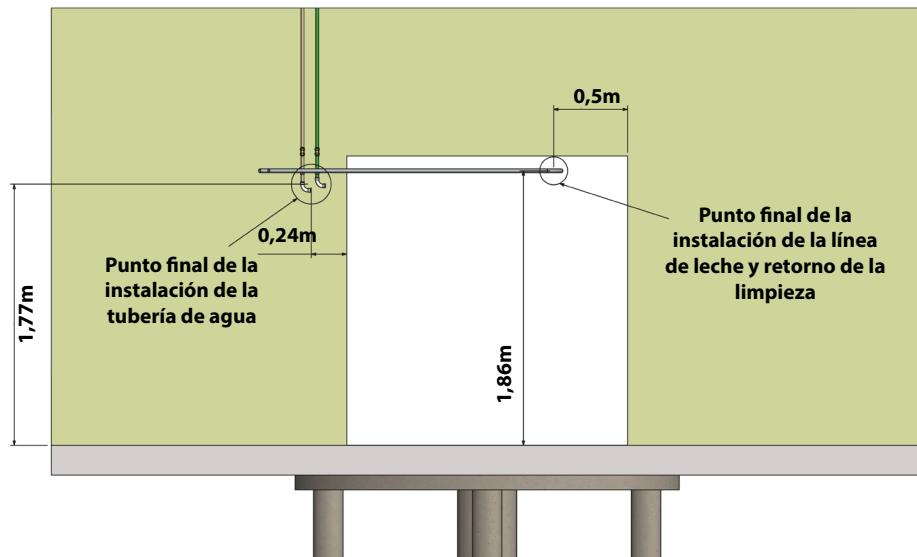
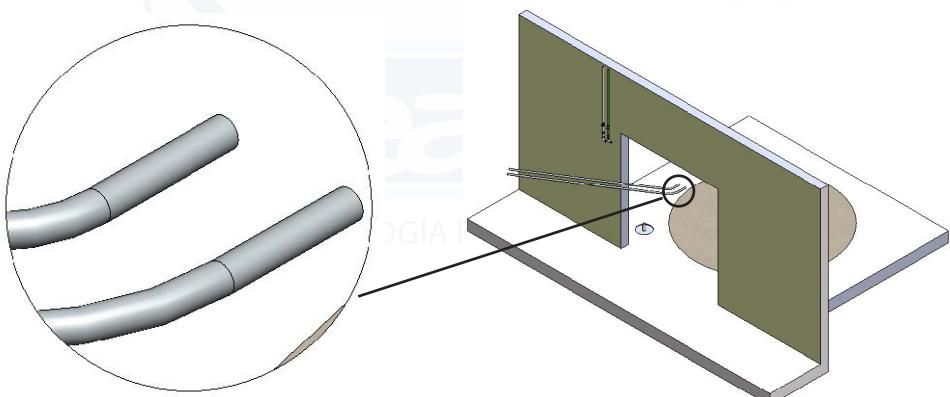
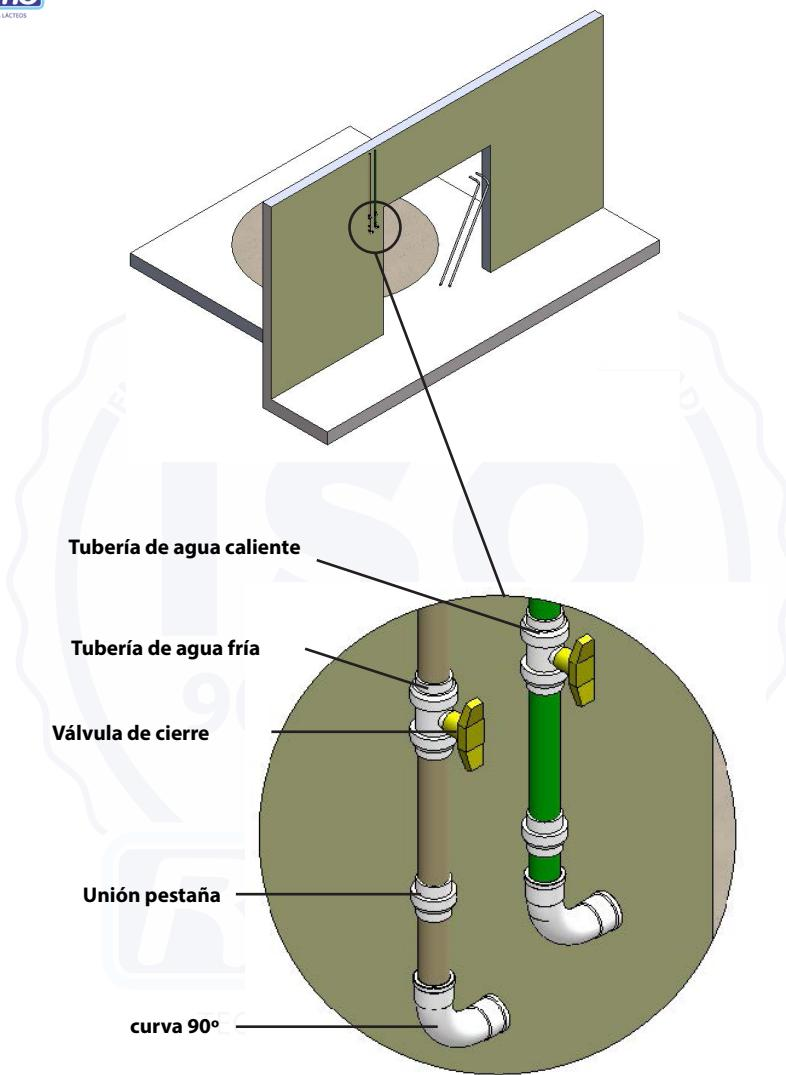

Fig. 2 - detalle de la tubería de agua y línea de leche
Fig. 2.1 – tubería de leche y limpieza
Fig. 2.2 - Tubería de agua
- El cliente es responsable por instalar la tubería de agua caliente y fría próxima del abrigo, ilustrado en la Fig. 2 y detallado en la Fig. 2.2
- Cada línea de agua debe contener los siguiente elementos: tubería de 20 milímetros, válvula abre/cierra, unión pestaña y curva de 90°, conforme la Fig. 2.2
- La posición correcta de la tubería de agua está detallada en la Fig. 2.
- La tubería de la línea de leche y retorno para limpieza de la ordeñadera debe ser instalada próximo al abrigo, ilustrado en la Fig. 2 y más detalles en la Fig. 2.1